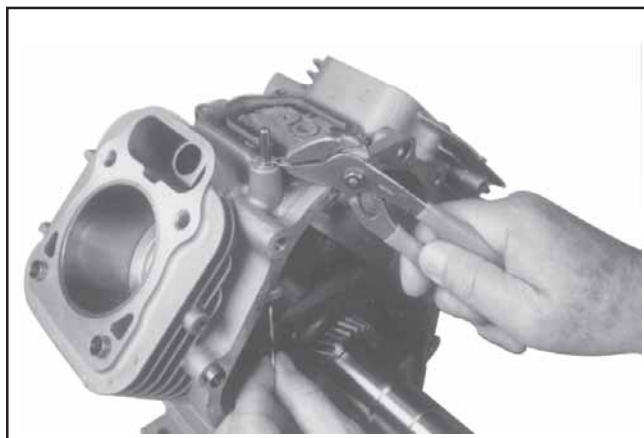

Figure 9-51. Dépose des clips de l'arbre intermédiaire du régulateur (arbre de 6 mm).
1. Retirer les clips et la rondelle ou la fixation et la rondelle en nylon de l'arbre intermédiaire du régulateur. Voir la Figure 9-51.